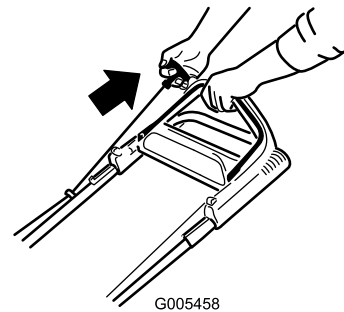

Bild 13
2. Ziehen Sie den Rücklaufstarter (Bild 13).